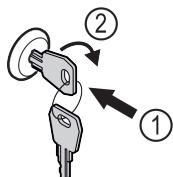

Fig. 141 Примерное изображение
- Вставьте ключ Fig. 141 (1).
- Поверните ключ на 90° по часовой стрелке Fig. 141 (2).